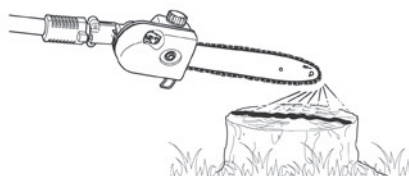

Fig. 23
- > Ligue o motor e mantenha-o funcionar com potência média; verifique se o óleo para correntes é distribuído conforme demonstrado na figura (Fig. 23).